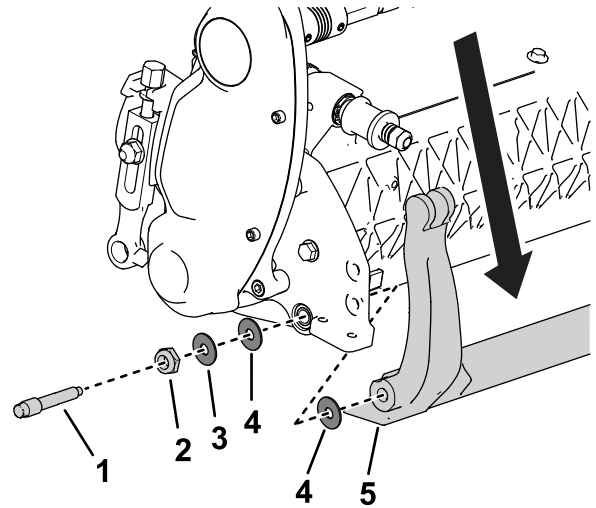

Figura 20
3. Pe fiecare latură a mașinii, slăbiți contrapiulița indicată în Figura 20.
4. Îndepărtați fiecare șurub al barei de cadru, permițând tragerea în jos și îndepărtarea acestuia de pe unitatea de tăiere (Figura 20).
Notă: Asigurați-vă că la capătul barei de cadru există 2 șaibe din nailon și 1 șaibă din oțel (Figura 20).
3. Amplașați o șaibă din nailon pe fiecare parte a butucului plăcii laterale. Amplașați o șaibă din oțel în afara fiecărei șaibe din nailon (Figura 20).